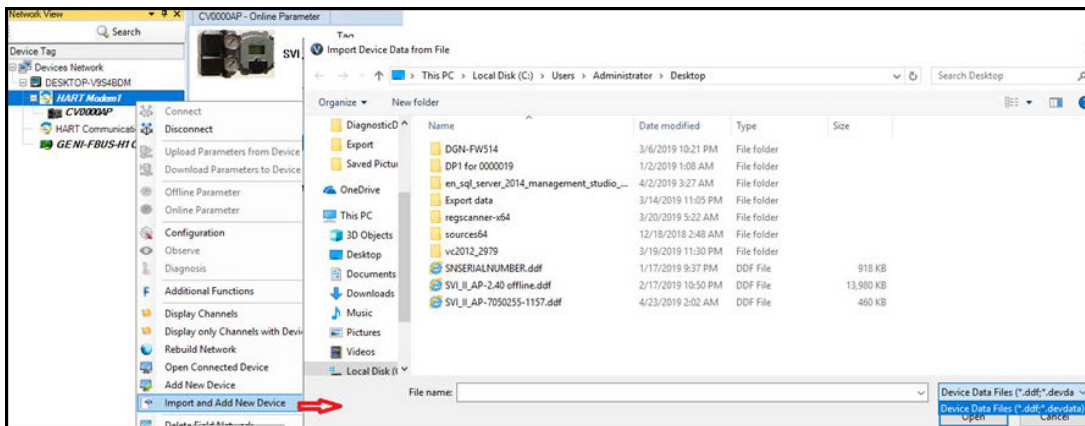

Рисунок 154 - Импорт файла DDF или Devdata
- Импортируйте файл DDF и DEVDATA, щелкнув правой кнопкой мыши на HART Communication DTM, а затем выбрав **Import and Add New Device (Импорт и добавление нового устройства)** (Рисунок 154).